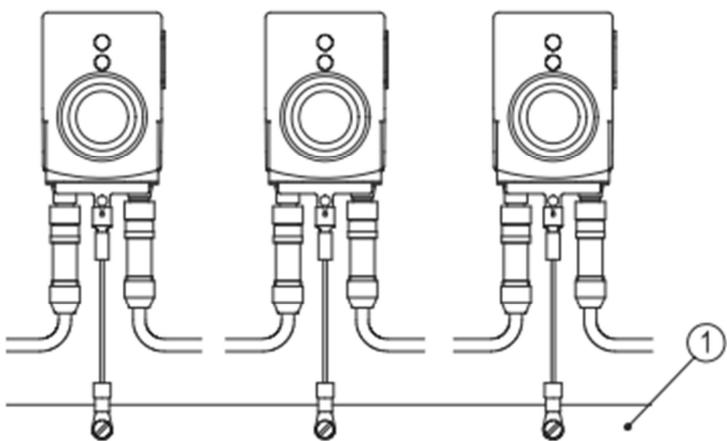

図 6：アースバー
複数の機器をご使用いただく場合、アースバー①への接続を推奨します。（図 6 参照）